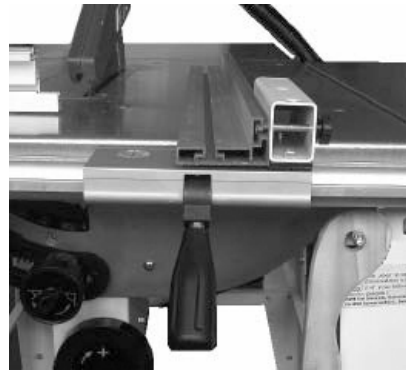

Fig. 18
- Anhållsskenan måste ha lagts ned om smala arbetsstycken (bredd under 120 mm) ska sågas (bild 18).